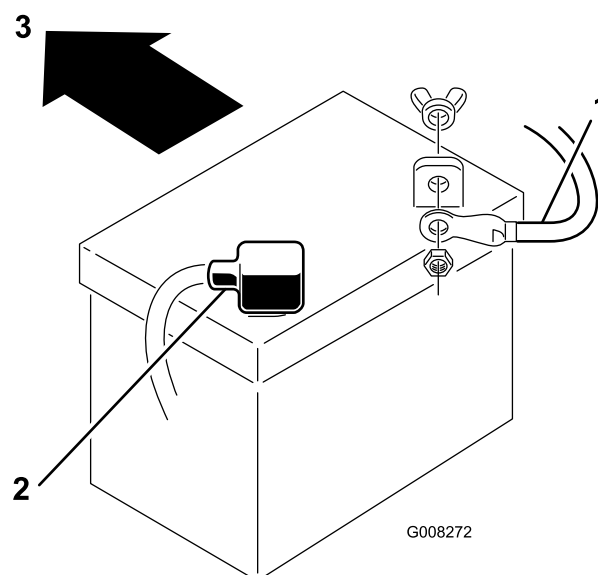

Figure 32
7. Débranchez le câble négatif (noir) de mise à la masse de la borne de la batterie (Figure 32).
9. Débranchez le câble positif (rouge) de la borne de la batterie (Figure 32).
1. Placez la batterie sur le châssis, en dirigeant les bornes vers l'arrière de la machine (Figure 32).
3. Connectez le câble positif (rouge) à la borne positive (+) de la batterie à l'aide du boulon et de l'écrou à oreilles (Figure 32). Glissez le capuchon en caoutchouc sur la borne de la batterie.
4. Connectez le câble négatif (noir) à la borne négative (-) de la batterie à l'aide du boulon et de l'écrou à oreilles (Figure 32). Glissez le capuchon en caoutchouc sur la borne de la batterie.